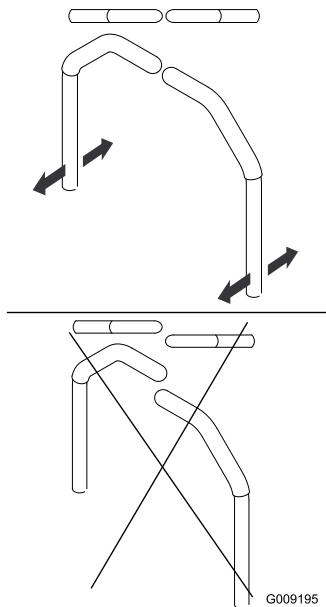

Figuur 64
6. Haal de spanpoelieveer van de stang (Figuur 64).
8. Bevestig de nieuwe riem rond de motorpoele en de 2 poelies van de hydraulische pomp (Figuur 64).